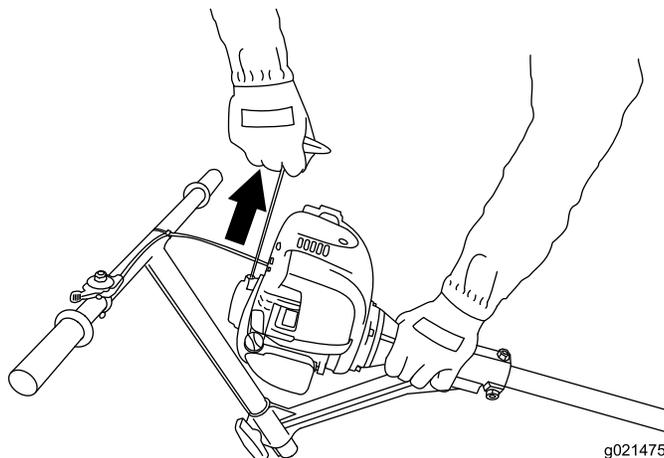

Figura 20
5. Tire suavemente del arrancador de retroceso hasta que note resistencia, luego tire con fuerza (Figura 20).